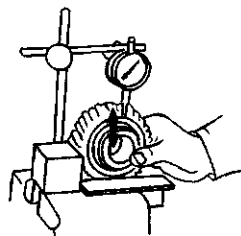

图 3-14 检查同步器
(2) 同步器的检查
①检查同步器有无磨损和损坏。
②转动同步环,检查其制动功能。
③测量同步环背侧和齿轮花键端之间的间隙,如图 3-14 所示。标准间隙为 $0.8 \sim 1.2 \text{ mm}$,最小间隙为 0.5 mm 。昌河牌同步器环键槽为 9.6 mm ,使用限度为 9.9 mm 。